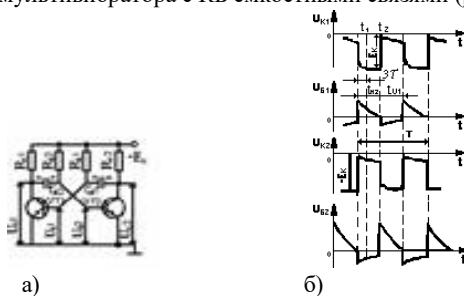

Рис. 1.6
6. Дать описание временной диаграммы мультивибратора с КБ емкостными связями (рис.1.6 а,б).